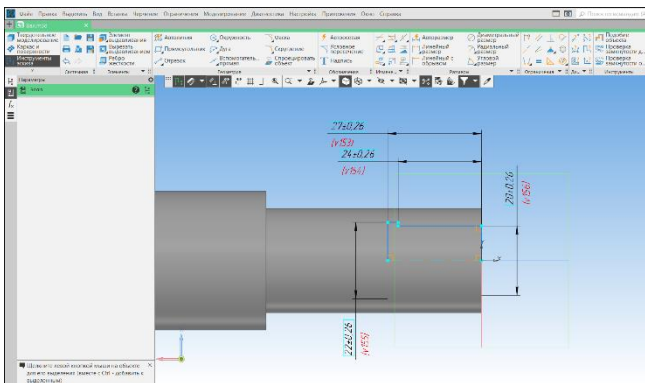

Рисунок 100 – Создание эскиза элемента выреза вращением
- Создадим эскиз согласно чертежу на горизонтальной плоскости (1) (Рисунок 100);
- Зададим осевую линию (2) (Рисунок 100);